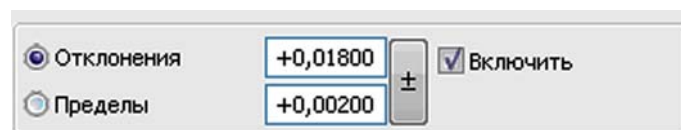

Рис. 2.20. Поле для простановки
- для указания отклонений необходимо поставить галочку в соответствующем поле (рис. 2.20);